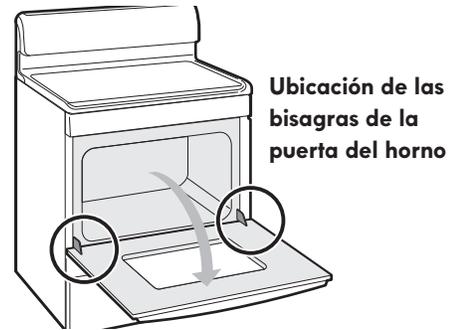

Figura 22: Ubicación de las bisagras del horno
1. Abra completamente la puerta del horno dejándola horizontal con el piso (Figura 22).
3. Abra completamente la puerta del horno, dejándola horizontal en relación con el piso (Figura 22).